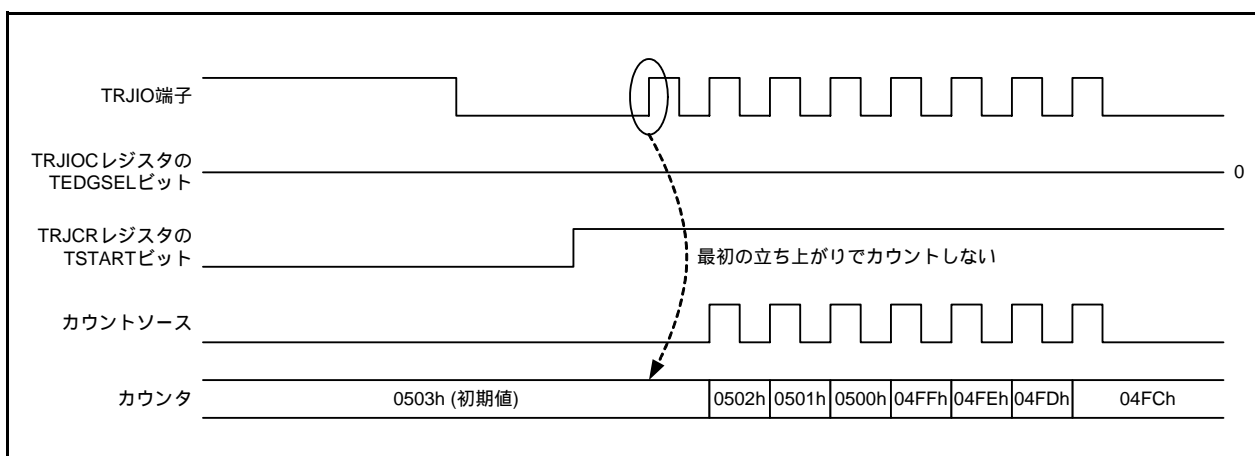

図13.8 イベントカウンタモードでのTSTART設定のタイミング図(1)
- (8) イベントカウンタモードで、TRJIOCレジスタのTEDGSELビットを0(立ち上がりエッジでカウント)にし、外部信号(TRJIO)をカウントする場合、TRJCRレジスタのTSTARTビットの状態によっては、正しくカウントされない場合があります(図13.8参照)。